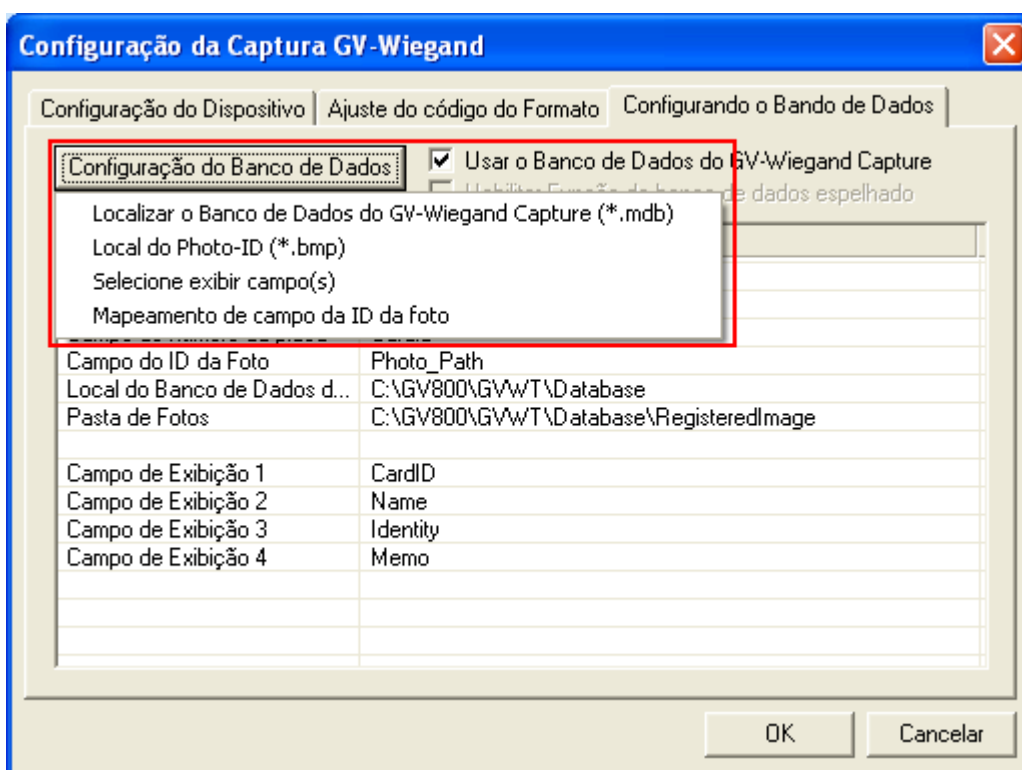

Figura 4-4
8. Na guia Database Setting, clique no botão **Configuração do Banco de Dados** (veja a Figura 4-4) para ter essas opções.